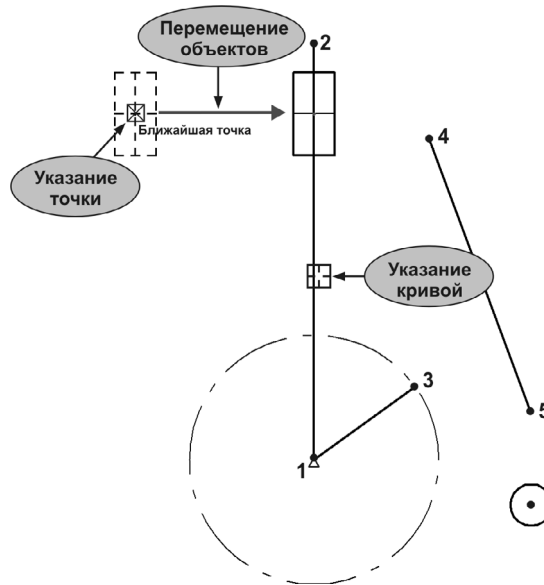

Рис. 62.16.
- 5.4. Щелкните в проставленной вспомогательной точке пересечения осевых линий ползуна. Используйте привязку **Ближайшая точка** (рис. 62.16).